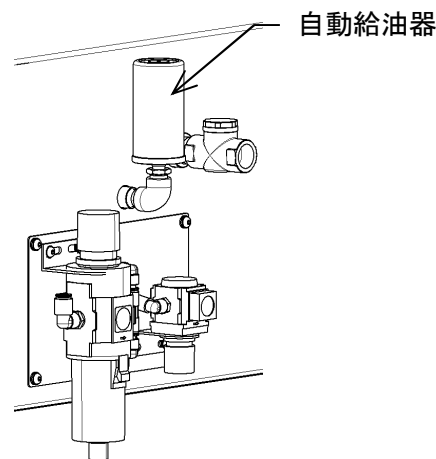

図 8-3
- ③ 上部のガスジェネレーター設定数値を[6]のところ、↑印を合わせます。⇒スイッチがONになります。容器に入れてしばらく置き、オイルの吐出を確認すること。(図 8-3)
- ④ 油性ペンなどで、自動給油器の側面ラベルに使用開始日を記入すること。
- ⑤ 機械の給脂箇所にて手でねじ込み取り付けます。(図 8-3)
- ⑥ 約6ヶ月間使用可能ですが、6ヶ月間の使用を保証するものではありません。必ず毎週残量を確認すること。